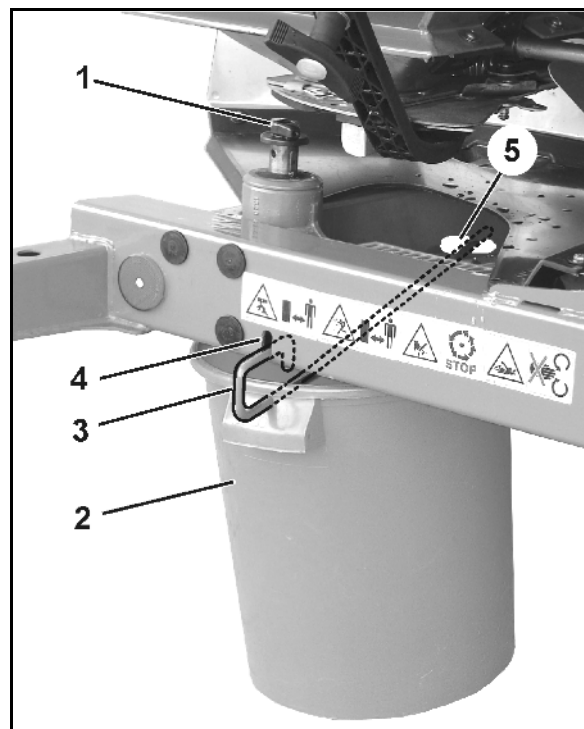

图 66
为了精确、免工具地设置各撒肥叶片的位置，每个撒播盘上配置两个不同的、不易混淆的刻度尺（图 66/1 和图 66/2）。
- 短撒肥叶片（图 66/3）的刻度尺（图 66/1）数值从 5 到 28 而长撒肥叶片（图 66/4）的刻度尺（图 66/2）数值从 35 到 55。
- 短撒肥叶片（图 66/3）在读取边（图 66/5）旁读取设置值。
- 长撒肥叶片（图 66/4）在读取边（图 66/6）旁读取设置值。
- 撒肥叶片转到刻度尺（图 66/1 或图 66/2）上较高数值，工作宽度变大。